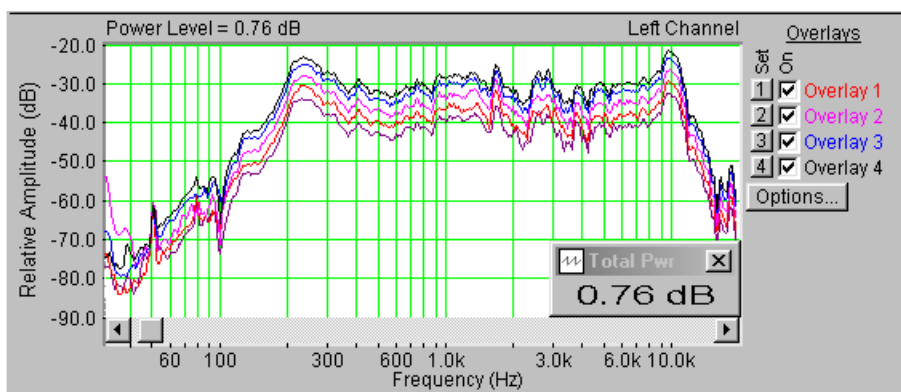

Рис.4.2. АЧХ громкоговорителя, измеренные с помощью скользящего тона при времени сканирования 5, 10, 20, 40 и 60 с.
4.2. Измерение АЧХ с помощью сигнала скользящего тона с линейным законом изменения частоты в функции времени (рис.4.2).
На **рис.4.2** приведены три АЧХ с временем сканирования 5 (нижний график), 10, 20, 40 и 60 с (верхний график). На этих графиках неравномерность АЧХ в диапазоне 200...20000 в зависимости от скорости сканирования меняется в небольших пределах от 13,5 до 15,1 дБ, без видимой закономерности, это значит, что время сканирования существенного значения не имеет. В тоже время, как видно, провал АЧХ на частоте 100 Гц очень сильно зависит от скорости сканирования.